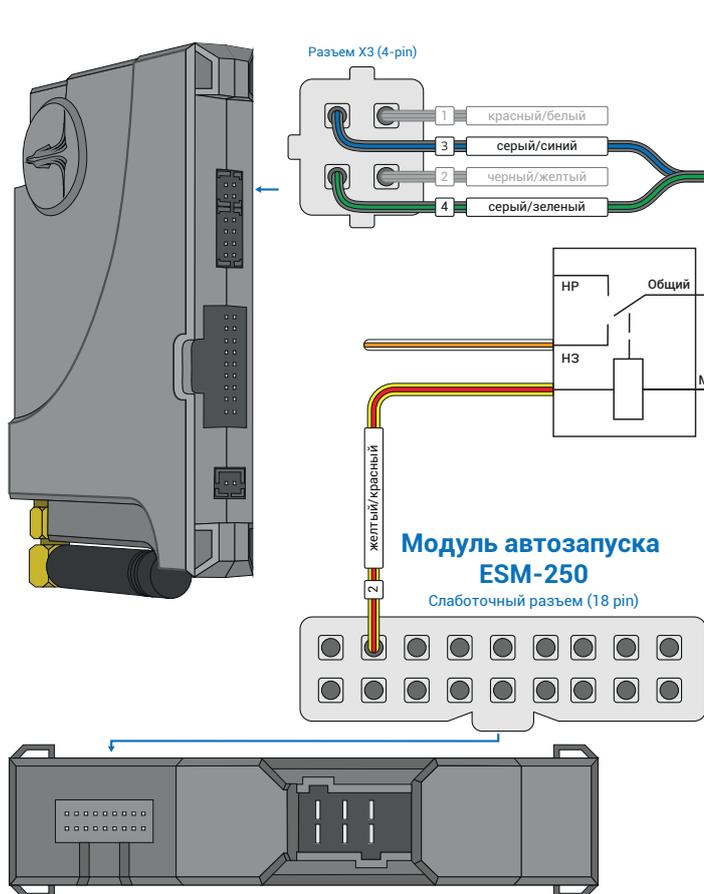

Рис.1 Призрак-8xx
2. Объедините между собой серый/синий провод (контакт №3) и серый/зеленый провод (контакт №4), находящиеся в разъеме Х3. Подключите их с помощью дополнительного 5-ти контактного реле к шине данных а/м: белый/оранжевый провод за левой кик панелью в розовом разъеме (см. рис. 1, 2).